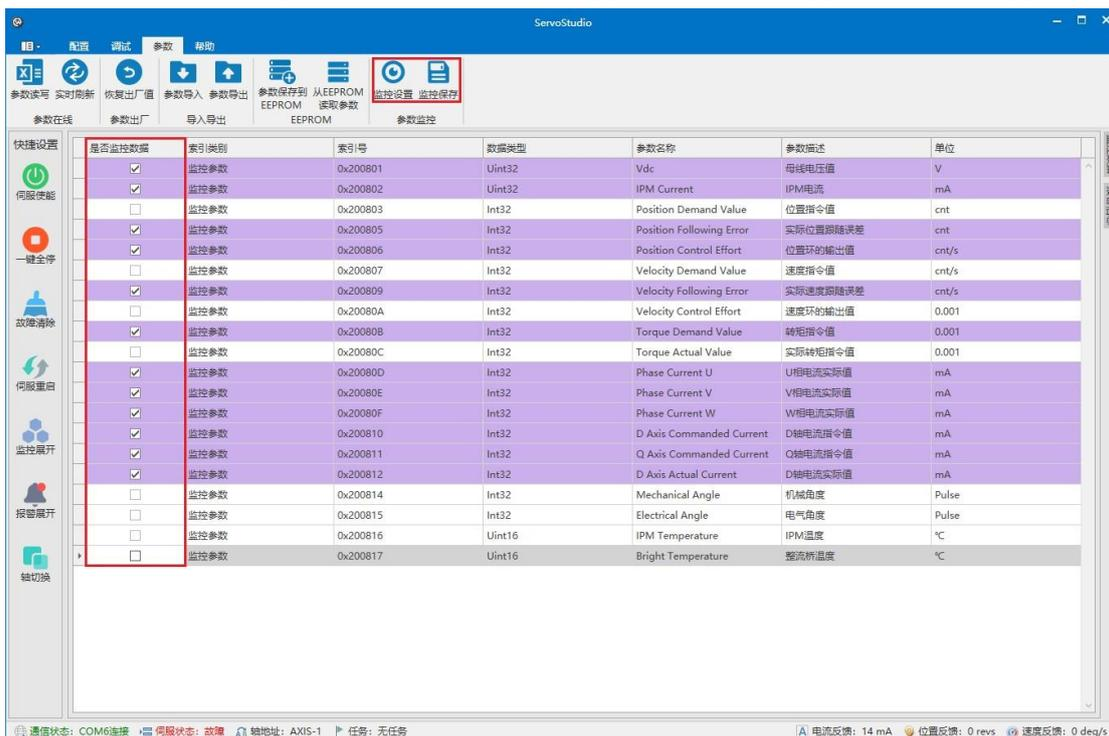

图 3.3 监控参数
8.监控设置：选择指定的参数进行参数监控，如图 3.3 监控设置所示，用户在“是否监控数据栏”中选择监控对象，选中的对象背景颜色为紫色。选中的字段会马上更新在侧边栏参数监控表里。